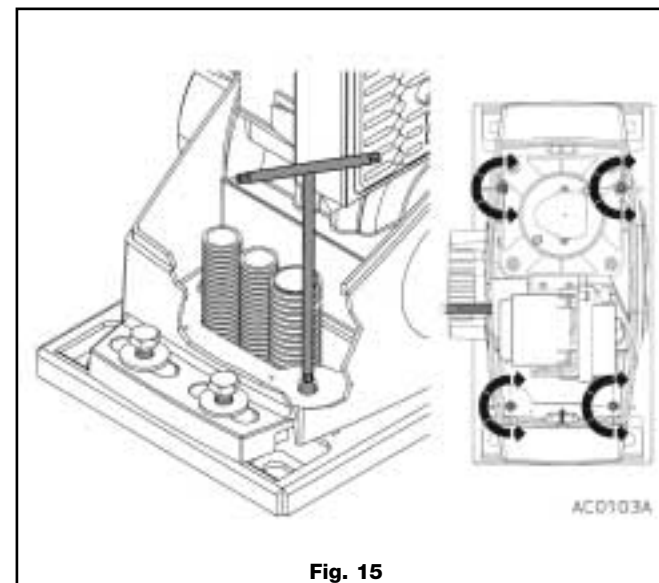
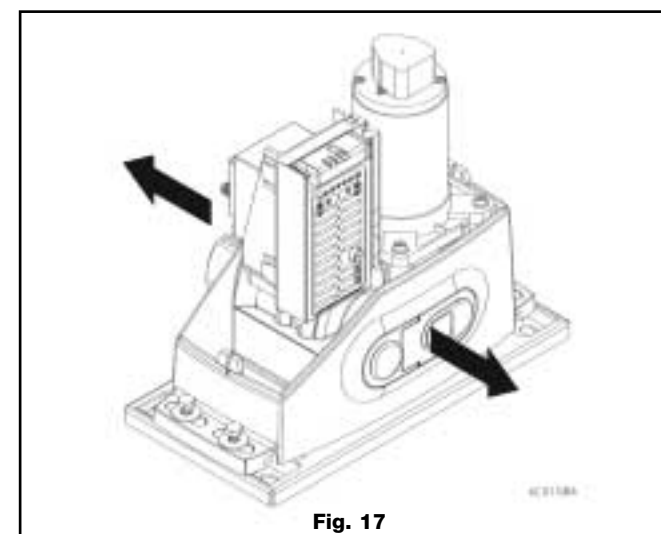
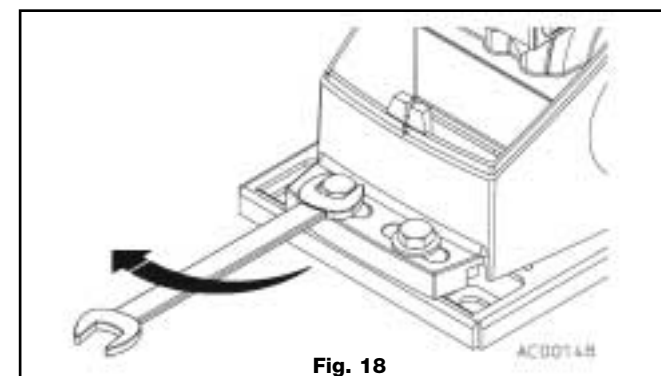
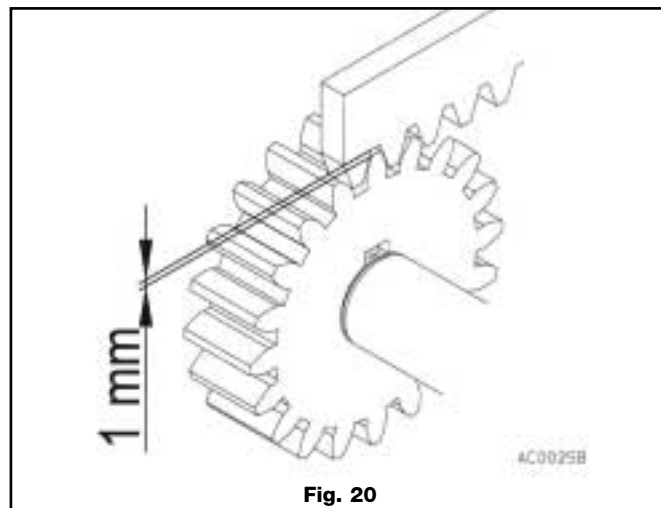

Fig. 15
Fig. 17
Fig. 18
Fig. 20
- b) Les 4 vis (fig. 15) doivent dépasser le plan d'appui du moto-réducteur d'environ 5 mm.
- Effectuer le réglage vertical du moto-réducteur à l'aide de 4 vis (fig. 15) et le mettre en position.
- Effectuer le réglage horizontal et vérifier que le moto-réducteur est parfaitement parallèle au portail, en le déplaçant latéralement si nécessaire fig. 17.
- f) Lorsque le moto-réducteur a été correctement positionné, le fixer en bloquant les 4 vis M10 et leurs rondelles à l'aide d'une clé plate (fig. 18) ou une clé à douille. Remonter les couvercles des pattes de fixation.
- Vérifier qu'il y a un jeu d'environ 1 mm entre le pignon et la crémaillère (fig. 20) afin d'éviter de forcer le pignon et
- Si l'espace entre la crémaillère et le pignon n'est pas respecté (environ 1 mm, fig. 20), dévisser de 2/3 les vis M10 de blocage (fig. 18) et les quatre vis (fig. 15) jusqu'à l'obtention d'un espace suffisant. Si nécessaire, régler l'alignement du pignon par rapport à l'axe de la crémaillère : approcher ou déplacer le moto-réducteur du portail en faisant glisser la plaque d'ancrage (fig. 17).
- Lorsque la position correcte est atteinte, serrer à nouveau solidement les 4 vis M10 (fig. 18).
- Vérifier particulièrement qu'il y a un espace d'environ 1 mm entre le pignon et la crémaillère (fig. 20) afin d'éviter de forcer le pignon et par conséquent le moto-réducteur.